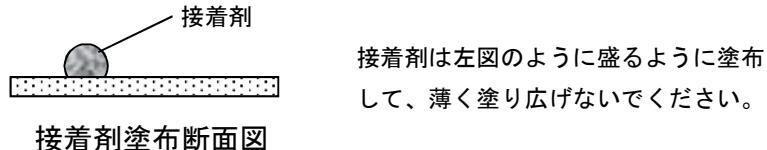

図5 接着剤の塗布方法
- ・接着剤は、図 5 の標準塗布パターン図のようにコンクリートとジーワンボードの接着面を密閉するように塗布してください。